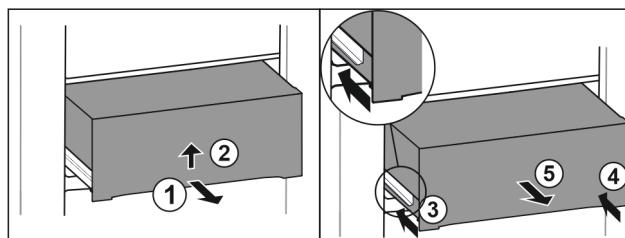

Fig. 53
- ▶ Вытяните выдвижной ящик наполовину. Fig. 53 (1)
- ▶ Поднимите выдвижной ящик за нижнюю часть. Fig. 53 (2)
- ▶ Вставьте левую направляющую. Fig. 53 (3)
- ▶ Вставьте правую направляющую. Fig. 53 (4)
- ▶ Извлеките выдвижной ящик движением вперед. Fig. 53 (5)